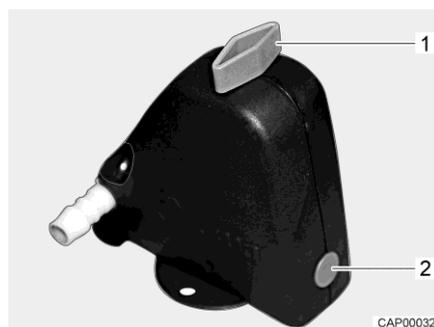
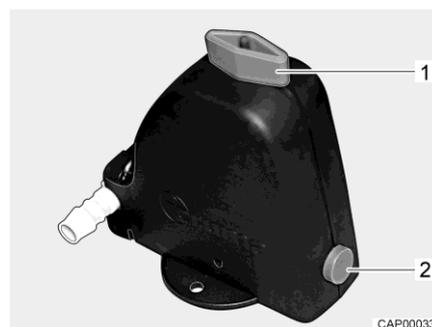

Fig. 125 Valve de sécurité et de vidange fermée
Fig. 126 Valve de sécurité et de vidange ouverte
- Ouvrir la valve de sécurité et de vidange (Fig. 125). Tourner le bouton rotatif (Fig. 125,1) dans le sens longitudinal par rapport à la valve de sécurité et de vidange. Le bouton-poussoir (Fig. 125,2) ressort. La valve de sécurité et de vidange ouverte est représentée à la Fig. 126.